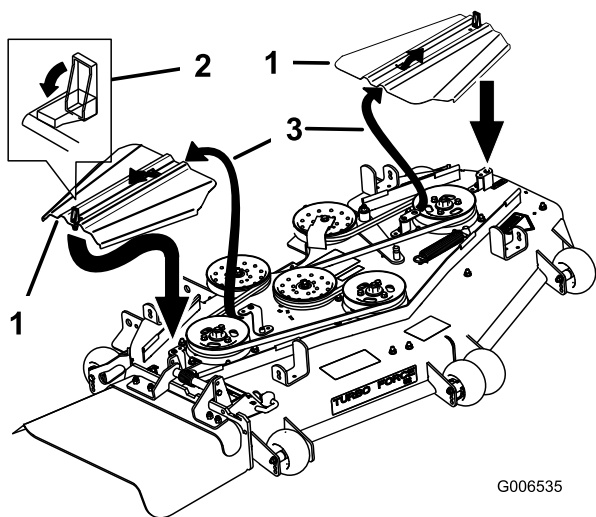

Figura 85
12. Instale las cubiertas de las correas deslizando la cubierta sobre la pestaña, instale los pernos y cierre los enganches (Figura 85).